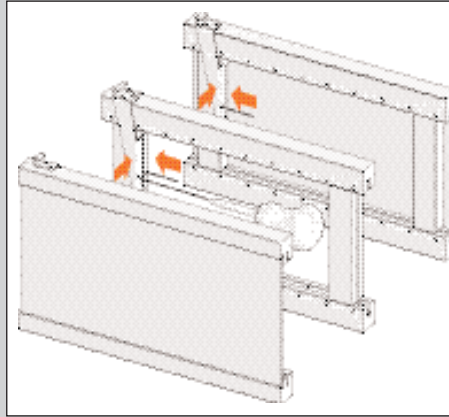

Abb. 5
4. Drücken Sie den Holm gegen die Seitenkante des Riegels und bohren Sie die Befestigungslöcher an der Unterseite des Riegels vor (siehe Abb. 5).